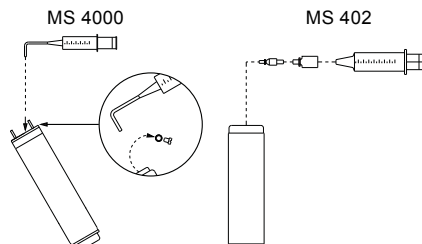

Fig. 3 Placering af pumpen under påfyldning - MS 4000 og MS 402
1. Placér dykmotoren som vist i fig. 3. Påfyldningsskruen skal være det øverste punkt på motoren.
3. Sprøjt væske ind i motoren med fyldesprøjten (fig. 3) indtil væsken løber ud af påfyldningsskullet.